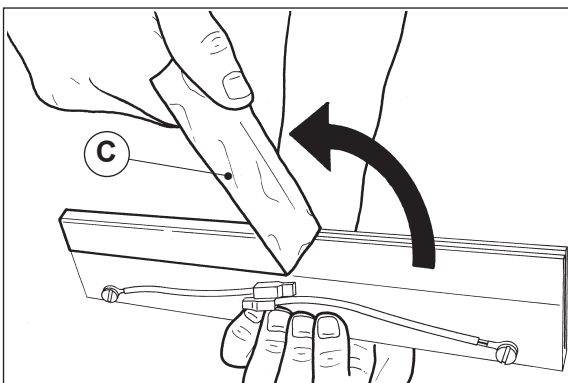

Fig. 2
- 2) Detach the brown Teflon cover (C) (Fig. 2).
- 2) Détacher la couverture en téflon marron (C) (Fig. 2).
- 2) Quitar la cobertura de teflón marrón (C) (Fig. 2);